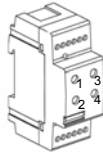

Fig. 3
2. Schalten Sie die Netzspannung ein und drücken die Programmiertaste (Fig. 3). Die rote LED leuchtet.
Jedes Schaltaktormodul kann über die LED-Tasten (Fig. 3) vor Ort bedient werden. Hierbei darf sich das Modul nicht im Programmiermodus befinden (s. Inbetriebnahme, Programmierung).